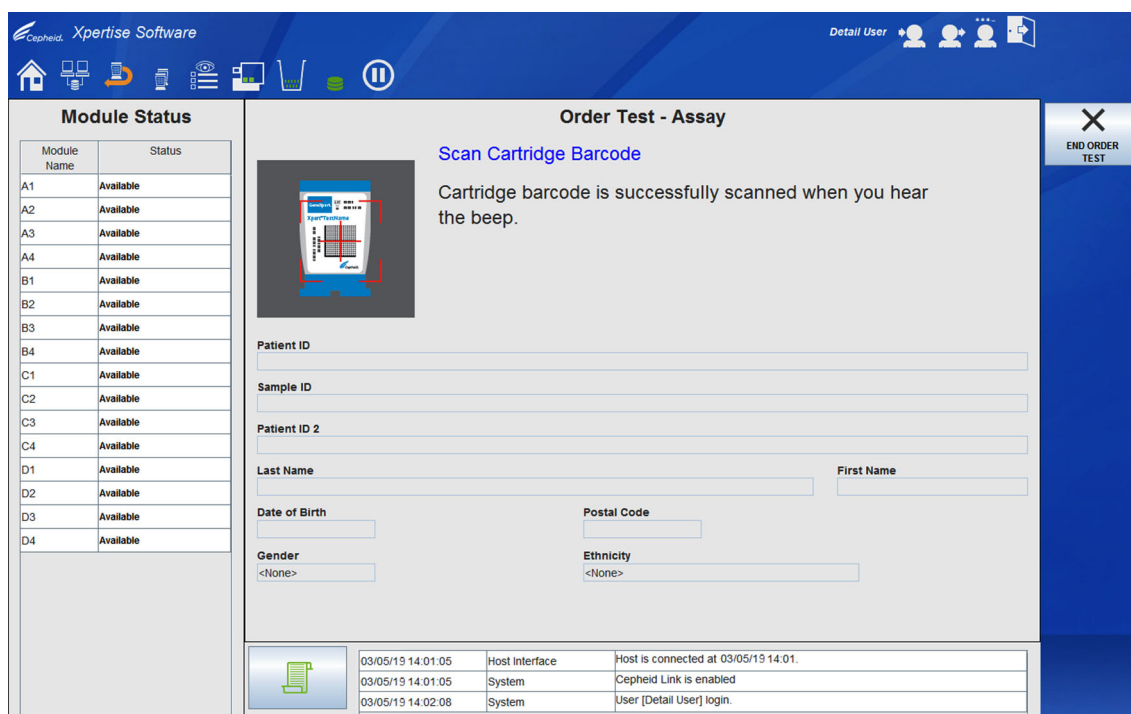
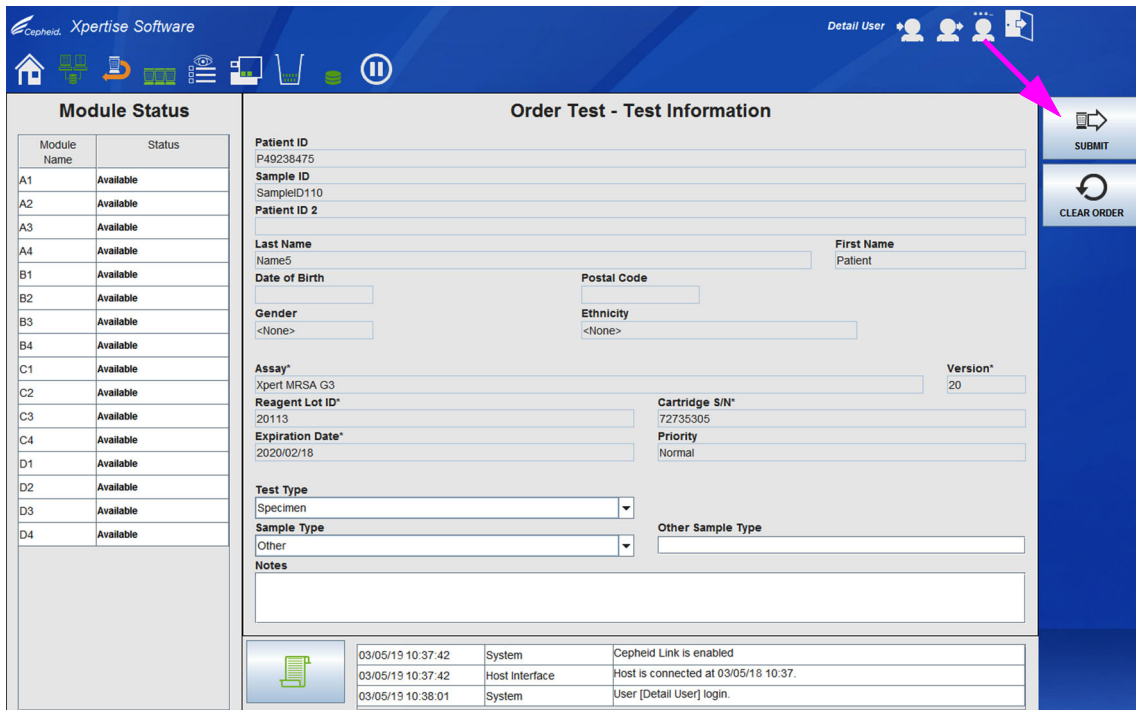
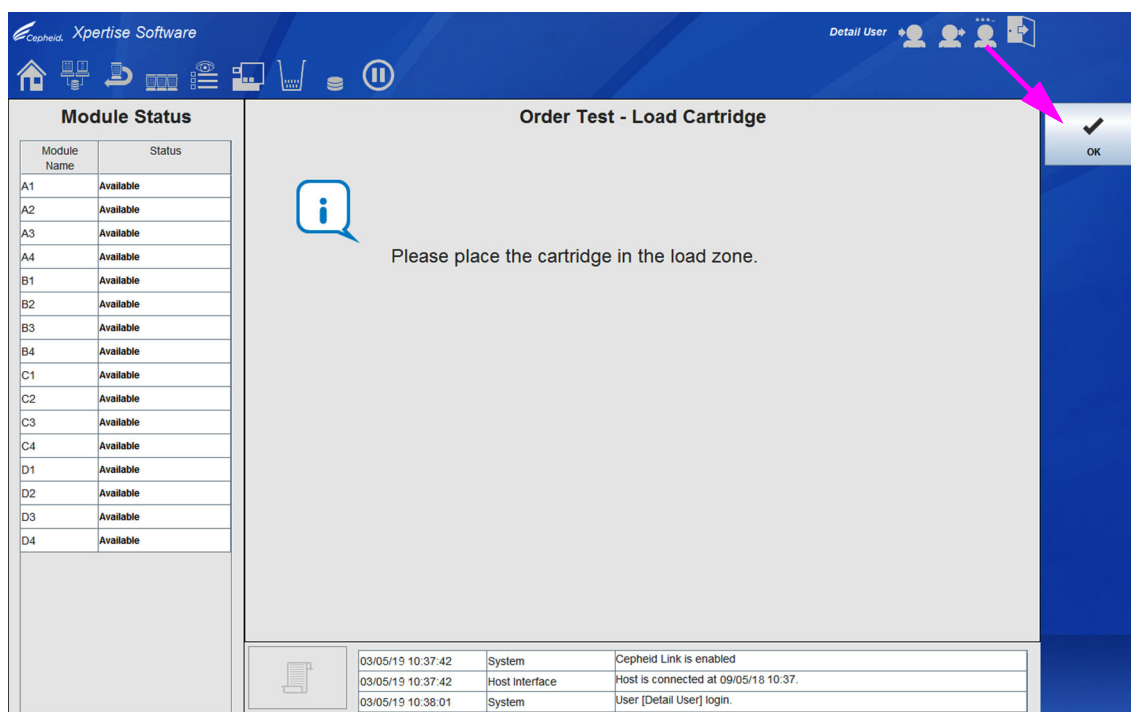
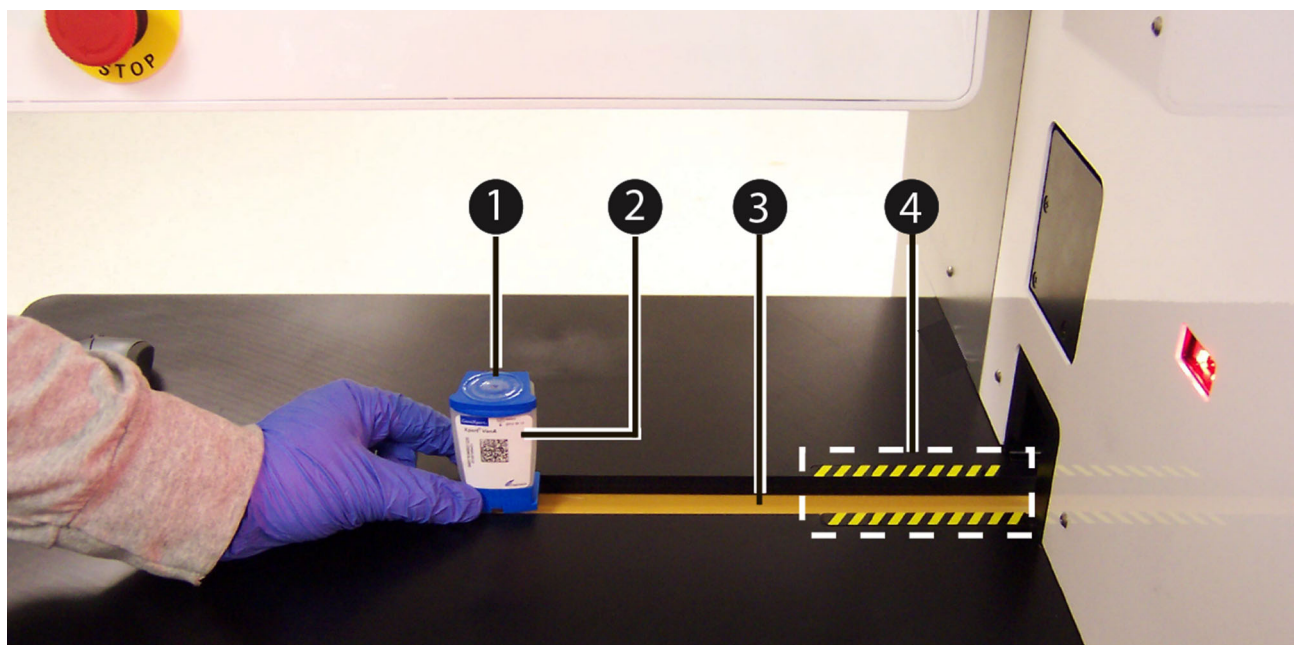

図 5-204. テストのオーダー – アッセイワークスペース
図 5-206. テストのオーダー - テスト情報ワークスペース
図 5-207. テストのオーダー - カートリッジの装填ワークスペース
図 5-208. コンベヤーにカートリッジを配置します
2. **テストのオーダー (ORDER TEST)** ボタンを選択します。カートリッジバーコードをスキャンするために、テストのオーダー – アッセイ (Order Test – Assay) ワークスペースが表示されます。図 5-204 を参照。
- 自動化 (Automation) ワークスペースで**自動送信オーダー (Auto Submit Order)** が有効な場合、テストのオーダー - アッセイ (Order Test - Assay) ワークスペースが表示され、次のカートリッジをスキャンします (図 5-204 を参照)。カートリッジをコンベヤーに装填 (または配置) します。図 5-208 を参照。
- 自動化 (Automation) ワークスペースで**自動送信オーダー (Auto Submit Order)** が有効になっていない場合、テストのオーダー - テスト情報 (Order Test - Test Information) ワークスペースが表示されます。図 5-206 を参照。
4. オーダー・テスト - テスト情報 (Order Test - Test Information) ワークスペース (図 5-206 を参照) で、オーダーを確認します。必要に応じて追加情報またはメモを入力し、**送信 (SUBMIT)** ボタンを選択します。テストのオーダー - カートリッジの装填 (Order Test - Load Cartridge) ワークスペースが表示されます。図 5-207 を参照。
6. テストのオーダー - カートリッジの装填 (Order Test - Load Cartridge) ワークスペースで、**OK** ボタンを選択します (図 5-207 を参照)。別のカートリッジをスキャンするために、テストのオーダー - アッセイ (Order Test - Assay) ワークスペースが表示されます。図 5-204 を参照。
7. テストのオーダー - カートリッジの装填 (Order Test - Load Cartridge) ワークスペース (図 5-207 を参照) で指示され、図 5-208 に示されているように、黄色と黒の線 (アイテム # 4) の外側のコンベヤー (アイテム # 3) の装填ゾーンにカートリッジ (アイテム # 1) を装填 (または配置) します。ラベル (アイテム # 2) が手前に向いているのを確認して、カートリッジをコンベヤーに配置してください。
8. すべてのカートリッジが処理されるまで、ステップ 3 から ステップ 7 を繰り返して、テストのためにカートリッジのスキャンを続けます。すべてのカートリッジが処理されたら、テストのオーダー – アッセイ (Order Test – Assay) ワークスペースで **テストのオーダー終了 (END ORDER TEST)** を選択します。図 5-204 を参照。